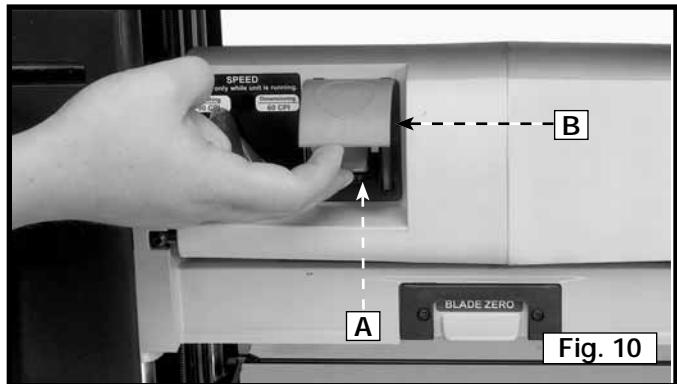

Fig. 10
L'interrupteur marche/arrêt (A) fig. 10, est situé à l'avant du moteur de la raboteuse. Pour allumer la machine, déplacer l'interrupteur (A) en position « MARCHE » (ON). Pour éteindre la machine, enfoncez l'écran de protection de l'interrupteur (B) fig. 10.